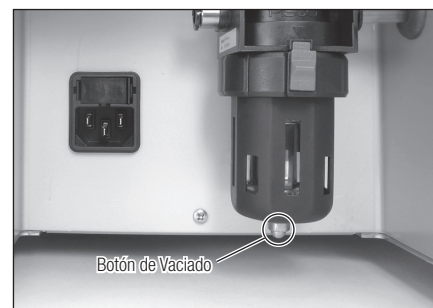

Fig. 27
- 1) Cuando se acumula agua en la caja del Filtro de Aire, pulse el Botón de Vaciado en la parte inferior de la caja para drenar el Filtro de Aire (Fig. 27).